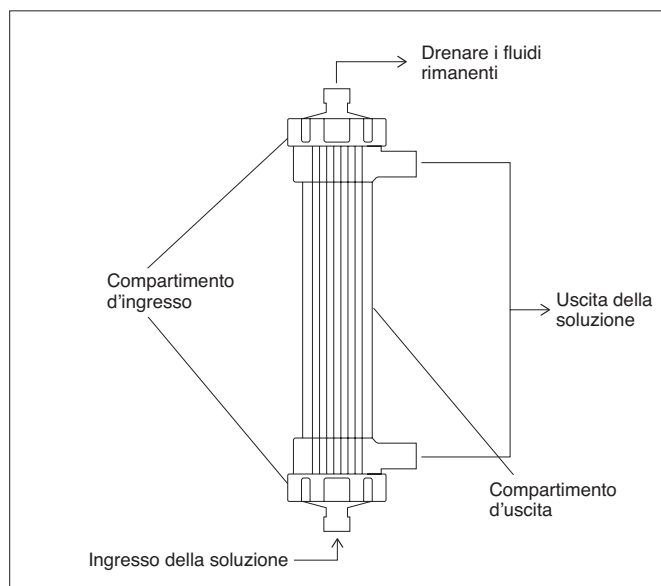

Figura 1 Metodo d'installazione
- Collegare il dispositivo in modo che il dialisato venga filtrato dalla membrana cava verso l'esterno (figura 1). Se il dispositivo non è collegato in maniera corretta, non sarà possibile ottenere una qualità adeguata dell'acqua.